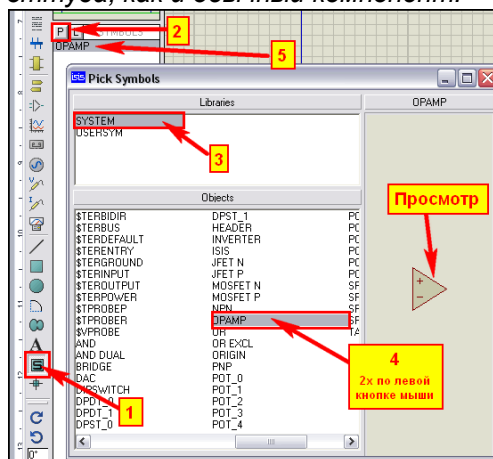

Рис.13
**СОВЕТ 1.** Если необходим стандартный графический элемент, то зачастую нет необходимости создавать его с нуля. Например, тот же символ операционного усилителя можно взять из библиотеки символов. Процедура напоминает добавление компонентов, но в другом режиме. Выбираем в левом меню режим **S** и далее по пунктам практически, как и с компонентами (Рис. 13). Замечу только, что пока Вы не начали активно создавать собственные компоненты, пользовательская библиотека **USERSYM** пуста, и выбрать стандартные символы вы можете только из библиотеки **SYSTEM**. Поместив его в селектор символов на шаге 5 всегда можно добавить его в поле проекта оттуда, как и обычный компонент.